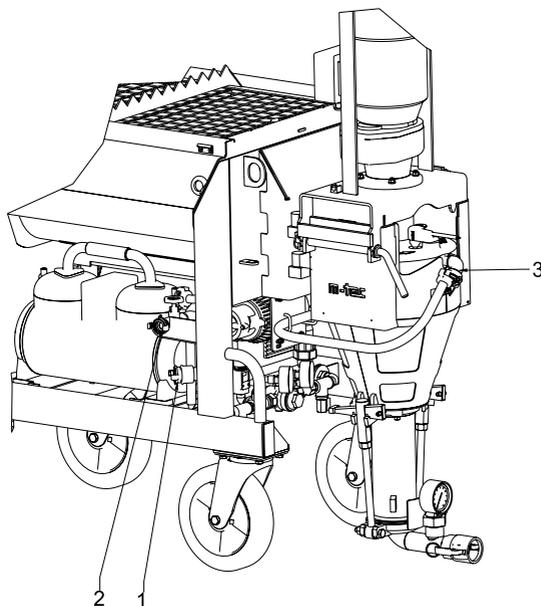

Рисунок 9: Подключение водоснабжения
- Машину к водопроводу подключать посредством шланга  $\frac{3}{4}$ " с GEKA-соединением (Рис. 9, 1).